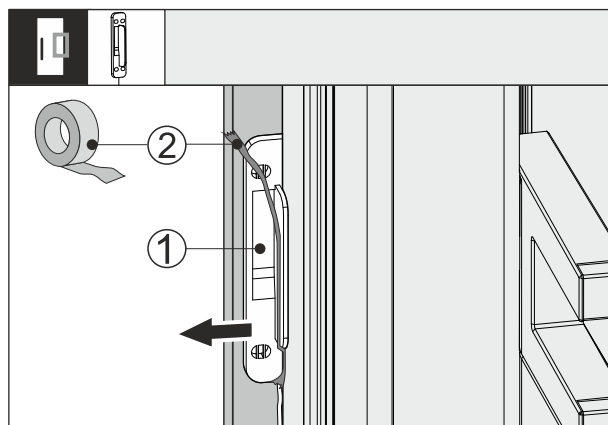

Fig. 64
- Uvolněte lepicí pásku Fig. 64 (2) na senzoru klepání Fig. 64 (1).